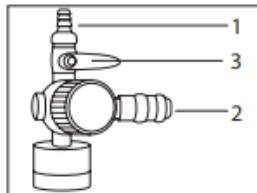

Рис. 4
9. Благодаря конструкции компрессора, Вы можете подключать одновременно два инструмента. На выходе из компрессора предусмотрены штуцера двух типов: «елочка» (Рис. 4, п. 1) и быстросъемный (Рис. 4, п. 2).
К инструменту, подключенному к быстросъемному штуцеру, воздух поступит автоматически. Для подачи давления к инструменту, подключенному к штуцеру типа «елочка», откройте шаровой кран (3) (Рис.4). Рабочее давление на выходе может изменяться непосредственно в процессе работы регулятором. Также можно отрегулировать расход воздуха отдельно только у инструмента, подключенного к штуцеру типа «елочка» посредством регулировки положения крана (3) (Рис.4).
соотношению проходных сечений инструментов или выходных штуцеров в случае регулирования расхода воздуха краном, т.е. при увеличении расхода воздуха через штуцер (1) (Рис.4) будет уменьшаться расход воздуха через штуцер (2) (Рис.4.), и наоборот.
- к штуцеру типа «елочка» – закройте кран (3) (Рис.4), ослабьте хомут (если установлен), смените шланги инструмента, снова затяните хомут и откройте кран, установив необходимый расход воздуха;
3. Снизьте давление до 1 бар, открыв штуцер «елочка» (1) (Рис.4).